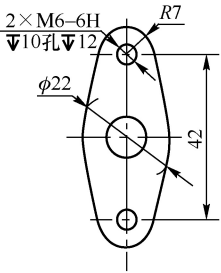

图 11-75 标注带引线的尺寸
Step 8 编辑带引线的尺寸: 调用“文字”工具栏的“编辑”命令, 修改带引线的尺寸。标注带引线的尺寸, 如图 11-75 所示。